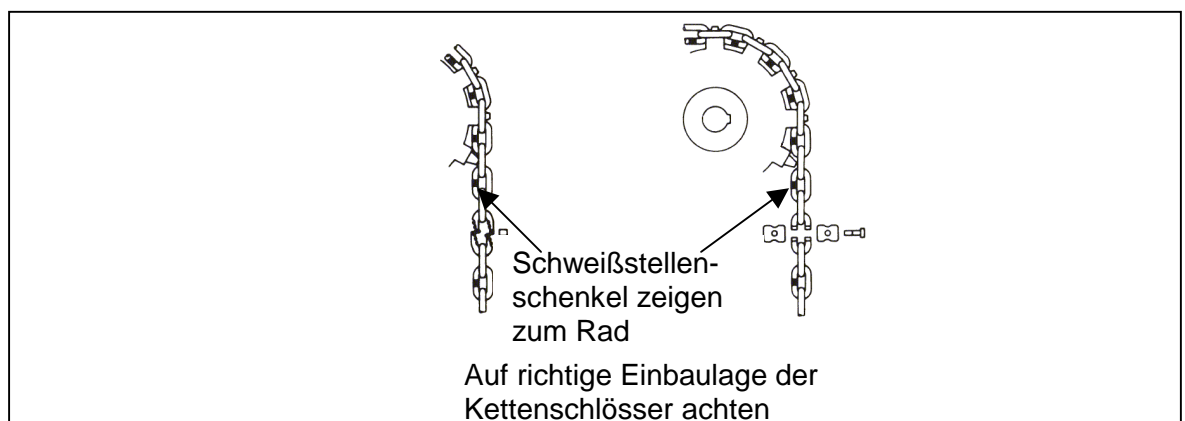

Bild 2
4.4 Ziehen Sie die Verbundenen Kettenstränge in die Anlage ein (Bild 2 + 3).
Die Schweißstellen der vertikal angeordneten Glieder müssen beim Lauf über die Zahnkettenräder und Kettenrollen zum Radmittelpunkt zeigen (Bild 2 + 3). Zug- und Biegespannungen könnten ansonsten zum Bruch der Schweißstelle führen.